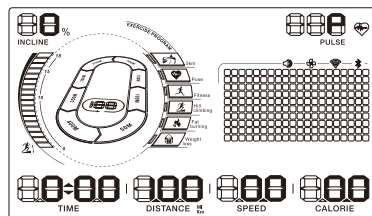

图21
1. 在跑步机处于待机状态下,长按面板上的Training Prog键,再按一次,此时屏幕上的距离窗口闪烁,默认的距离为1.00公里,请按SPEED(速度)+(增加)/-(减少)键调整您的理想训练距离。(图21所示)